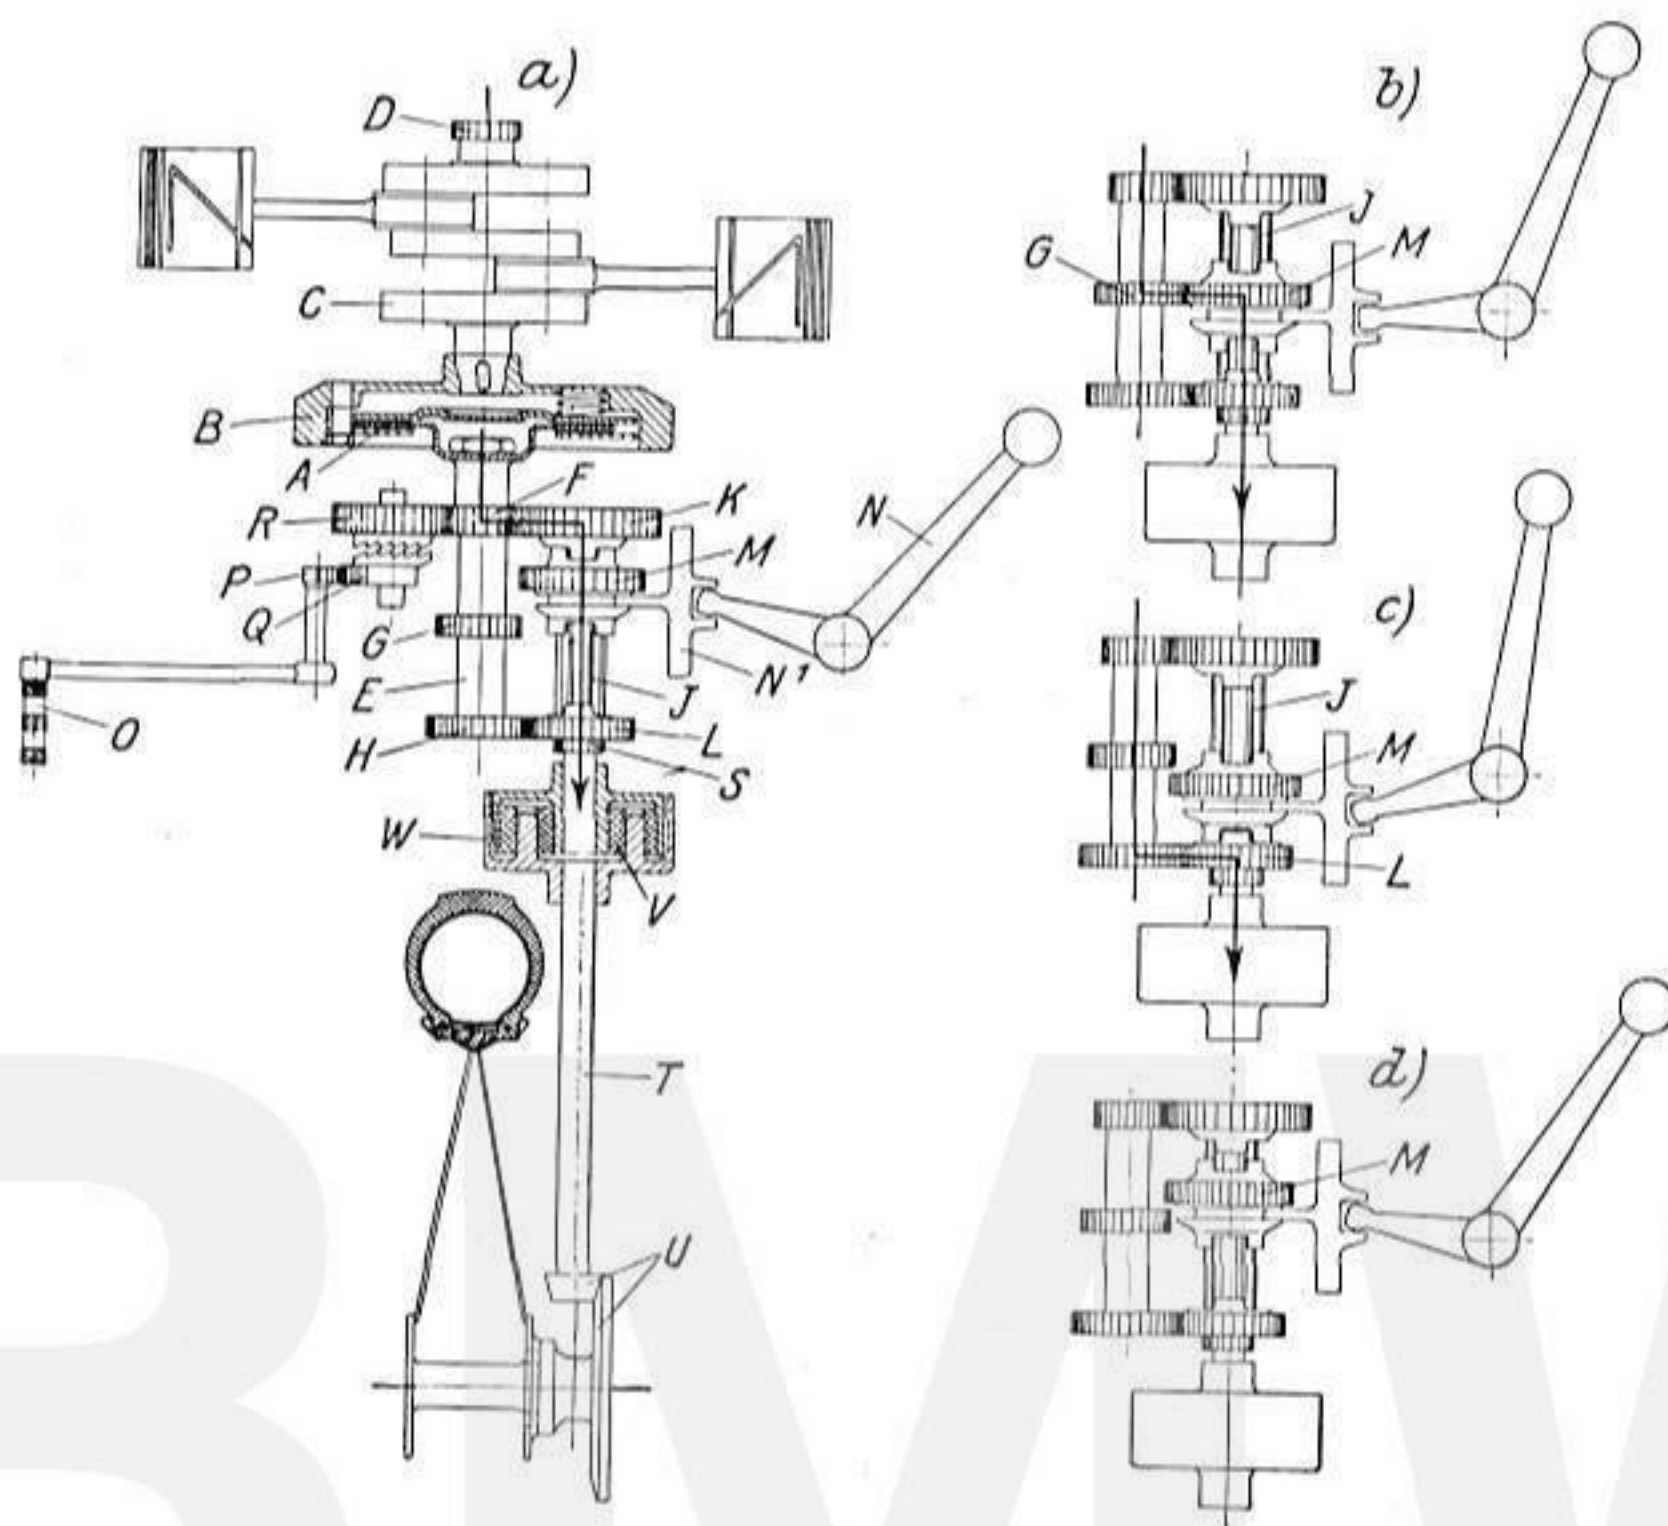

Abb. 11. Schematische Darstellung des Antriebes.
11. Getriebe: Die vom Motor erzeugte Drehbewegung wird zunächst durch die Kupplung auf das Dreiganggetriebe übertragen, um von diesem unter entsprechender Herabsetzung der Geschwindigkeit an das Hinterrad abgegeben zu werden. In der Abbildung 11 ist die Wirkungsweise des BMW-Getriebes schematisch dargestellt. A bezeichnet die in das Schwungrad B eingebaute Kupplung und C die Kurbelwelle auf der noch das Zahnrad D für den Antrieb der Steuerung sitzt. Der Antrieb des Getriebes erfolgt durch die sich bei eingekuppeltem Motor ständig drehende Hauptwelle E und deren feststehende Zahnräder F, G und H. Parallel zur Hauptwelle läuft die Vorgelege- oder Keilwelle J, deren lose drehbare Räder K und L ständig mit den Rädern F bzw. H kämmen, sich aber infolge ihrer verschiedenen Größen mit verschiedener Geschwindigkeit drehen. Auf der Vorgelegewelle sitzt ferner ein in der Keilbahn verschiebbares und nur mit der Welle zusammen drehbares Zahnrad M, welches auf seinen beiden Seiten mit Kupplungsklauen versehen ist, die es je nach seiner Verschiebung durch den Schalthebel N nach vorn oder hinten mit den Kupplungsklauen der Zahnräder K und L in Eingriff bringen kann, so daß es von diesen sich durch die Hauptwelle E ständig drehenden Rädern mitgenommen wird und seinerseits die Welle J antreibt.